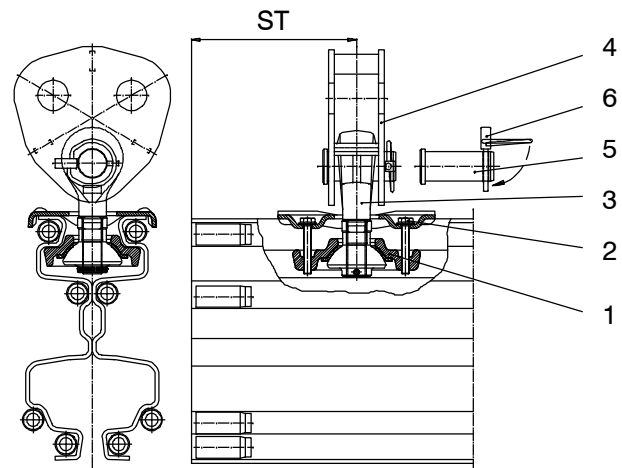

Bild 173
Bei Verschleiss der Kalotte (2) im Profilanschluss mit Ösenschraube und Gelenksterne (Bild 173) ist der komplette Profilanschluss zu ersetzen! (nur zutreffend bei Bahnprofil HB250)